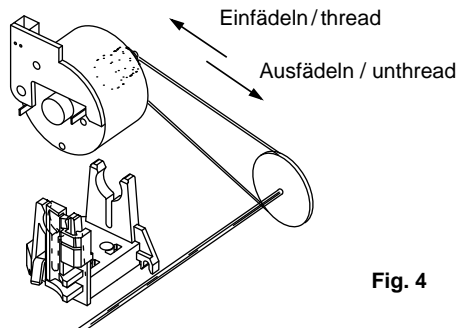
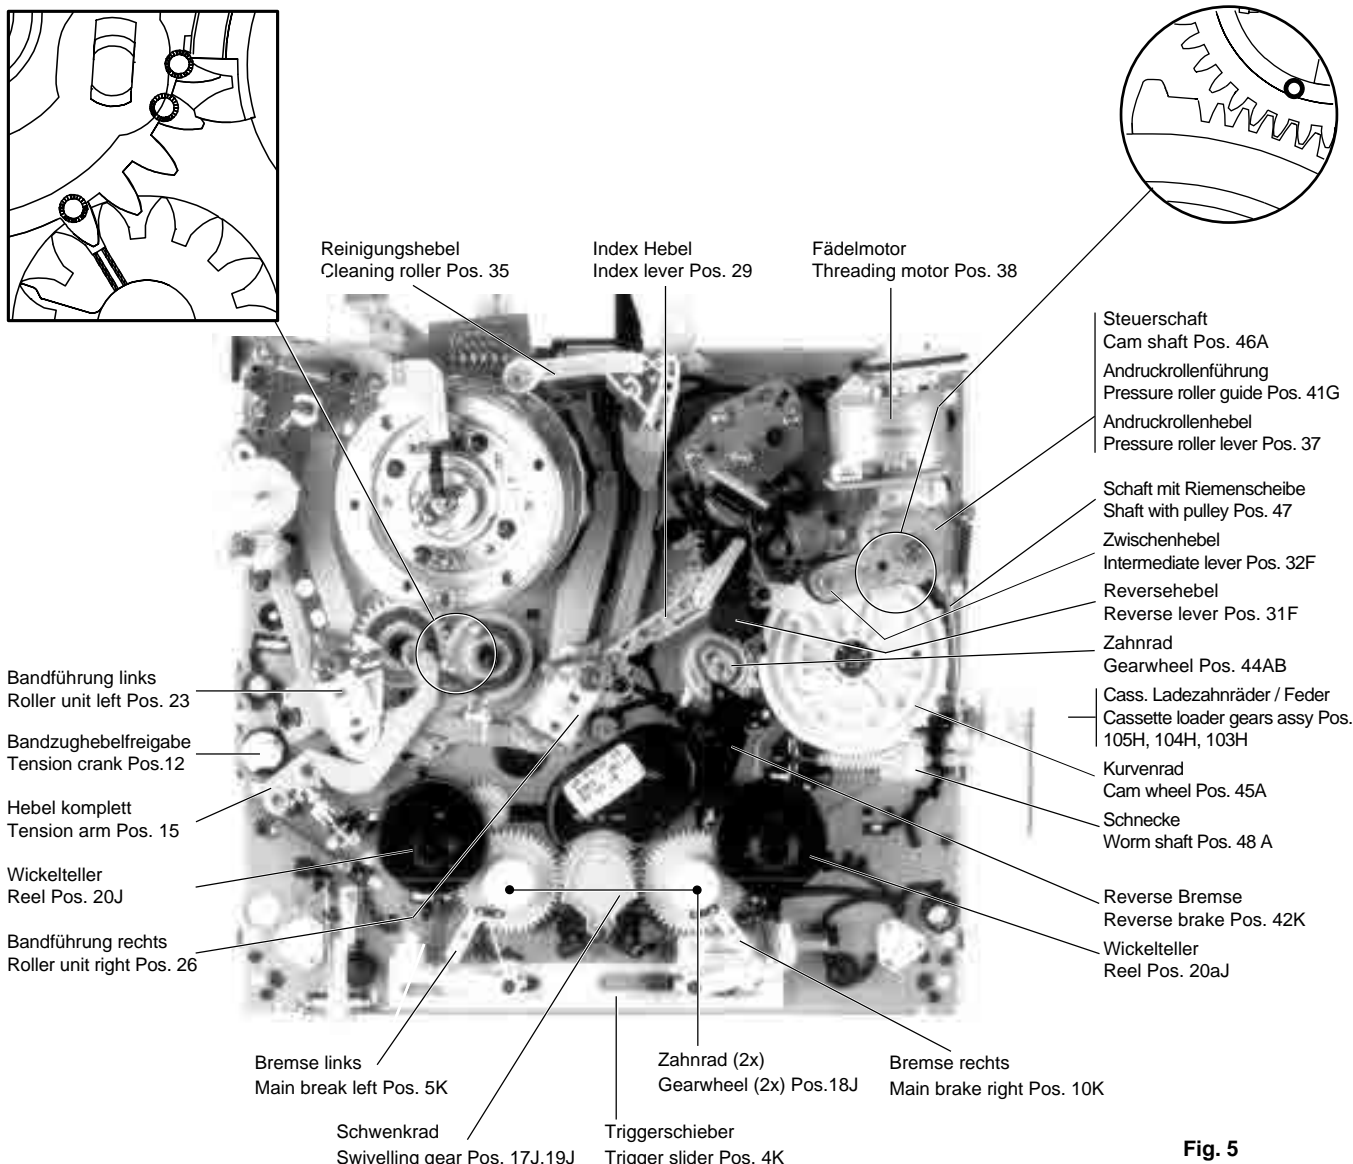
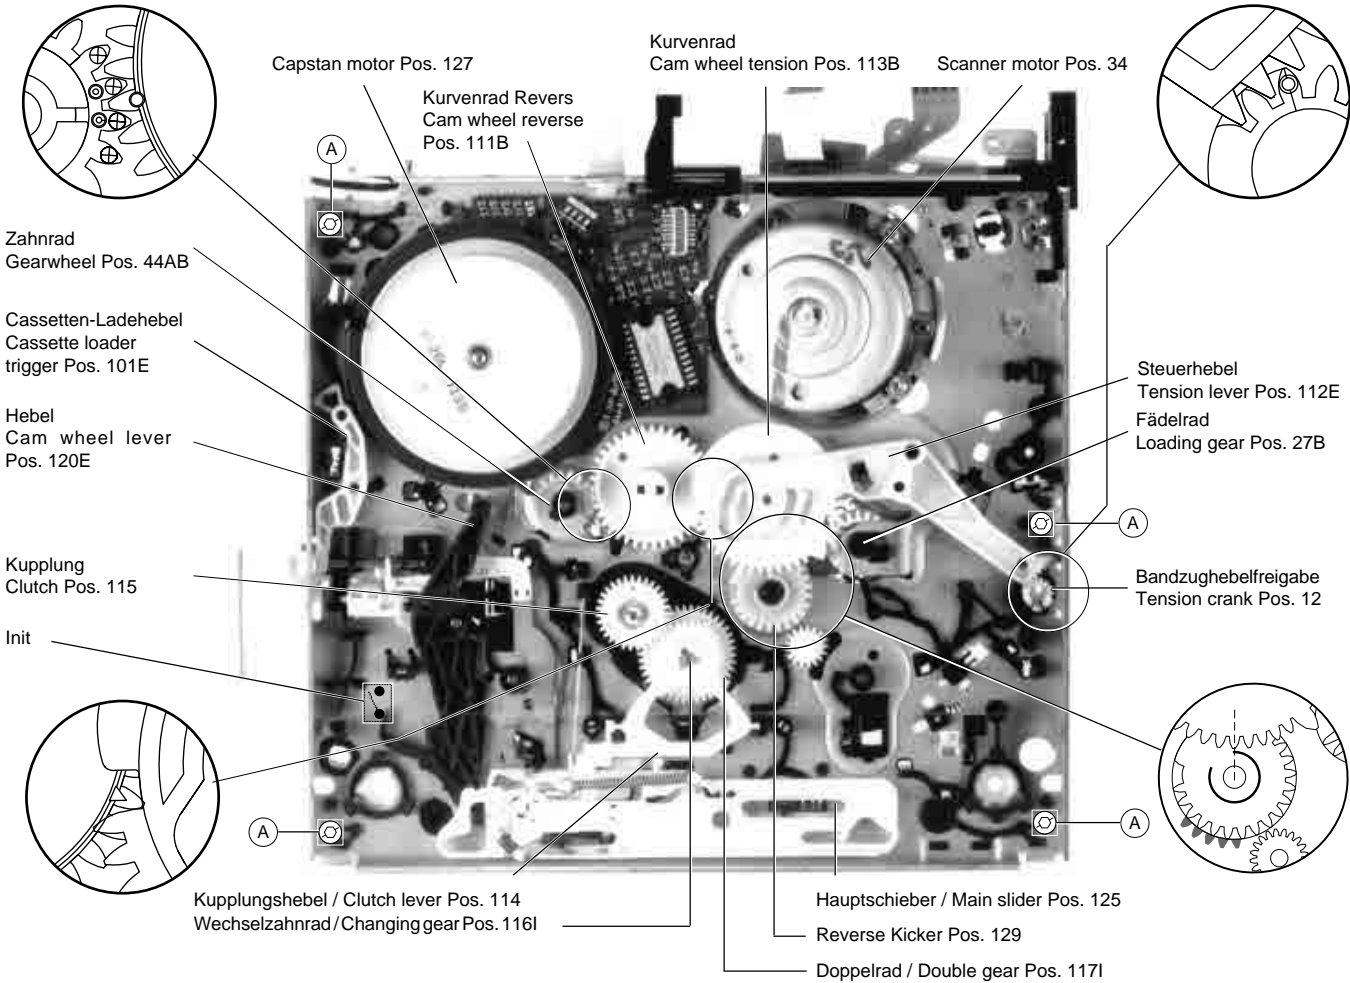
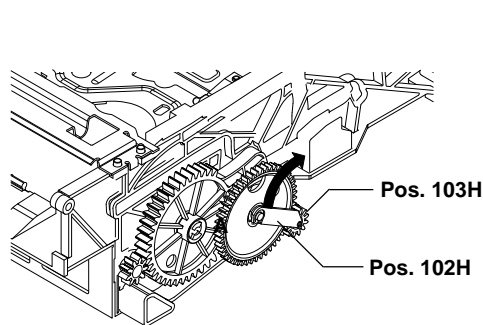

Fig. 4
Fig. 5
Fig. 6
Fig. 7
- Fädelmotor entgegen dem Uhrzeigersinn drehen (Fig. 4), bis der Cassettenschacht abgesenkt ist.
- Turn the threading motor counterclockwise (Fig. 4) until the cassette compartment is down.
Wenn nach dem Drücken der Eject-Taste das Laufwerk nicht ausfädelt und die Cassette auswirft, kann dies auch von Hand durchgeführt werden. Dazu ist das Antriebsrad des Fädelmotors zu drehen (Fig. 4). Um Bandschlaufen zu vermeiden, muß wechselweise auch der Capstanmotor (Pos. 127, Fig. 6) entgegen dem Uhrzeigersinn bewegt werden, bis das Band komplett in der Cassette aufgewickelt ist.
If the tape deck does not unthread and eject the cassette by pressing the Eject button this function can also be effected manually by turning the driving gear at the threading motor (Fig 4). To avoid slackening of the tape, turn the capstan motor (counterclockwise) (Pos. 127, Fig. 6) and the driving gear alternately until the tape is completely wound up in the cassette.
Nachfolgend sind die markierten und gerichtet einzubauenden Teile der Ober- und Unterseite im Detail dargestellt (Fig. 5, Fig. 6).
The following diagrams show in detail the marked components and their correctly aligned position on the top and bottom side (Fig. 5, Fig. 6).
- Antriebsrad des Fädelmotors in Drehrichtung "Einfädeln" (Fig. 4) so weit drehen, bis das Zahnrad (Pos. 103H, Fig. 7) entriegelt ist.
- Klammer (Pos. 102H) von der Achse des Zahnrades "A" lösen (Fig. 7).
- 4 Befestigungsschrauben (A) (Fig. 6) des Cassettenschachtes an der Unterseite entfernen.
- Cassettenschacht mit den 4 Schrauben (A) (Fig. 6) unten befestigen.
- Klammer (Pos. 102H) auf der Achse des Zahnrades "A" einrasten (Fig. 7).
- Turn the driving gear of the threading motor in the "threading" direction (Fig. 4) until the gearwheel (Pos. 103H, Fig. 7) disengages.
- Release the bracket (Pos. 102H) from the shaft of gearwheel "A" (Fig. 7).
- Unscrew the 4 screws (A) (Fig. 6) on the underside of the cassette compartment.
- Fasten the cassette compartment with the 4 screws (A) (Fig. 6) at the bottom.
- Place the bracket (Pos. 102H) onto the shaft of gearwheel "A" and lock it in (Fig. 7).